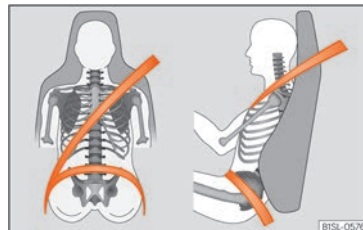

Abb. 3 Richtiger Gurtbandverlauf. »
- Den Hinterkopf so nah wie möglich an der Kopfstütze positionieren »» Abb. 3.